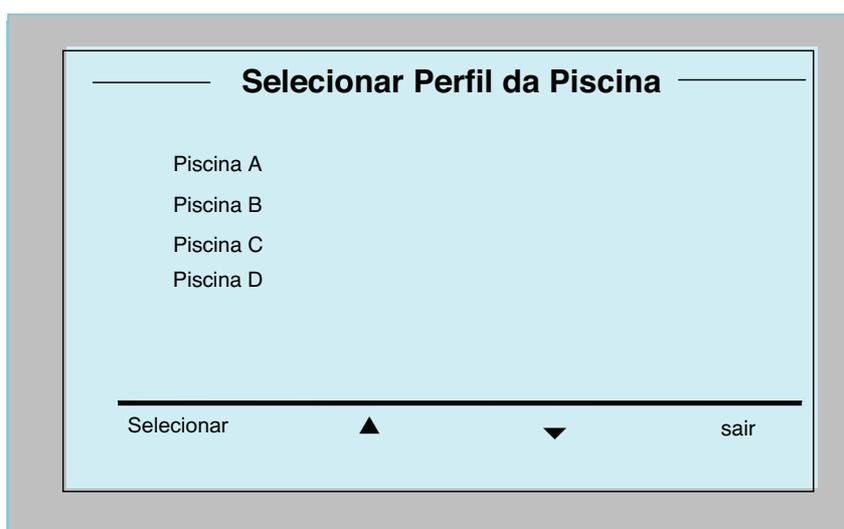

Figura 10: Tela Pool Profile
2. A partir da tela *Wave*, pressione **Pool A**. A tela *Pool Profile* abre (Figura 10).